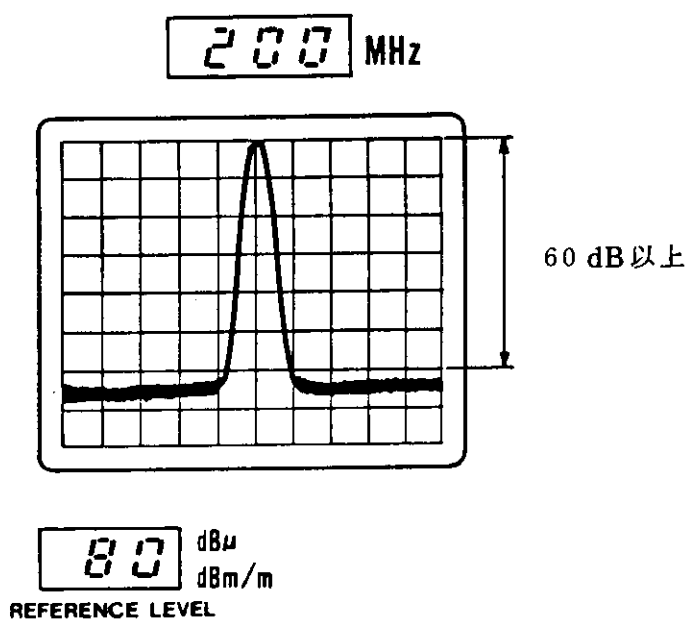

図 5-5 平均ノイズ・レベルのチェック
3. そのときの平均ノイズ・レベルが 20 dB μ （CAL. 信号より 60 dB ダウン）以下であることをチェックします。〔図 5-5〕